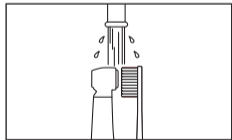

Fig. 12
- 1 Nettoyez les surfaces externes de la pièce à main avec une brosse à dents à poils souples pendant 15 secondes ou plus. (Fig. 12)